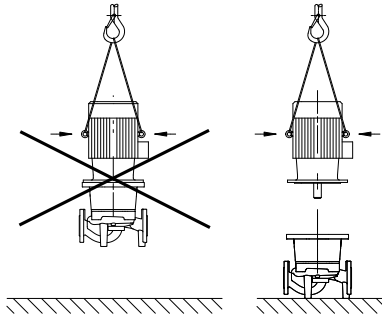

Fig. 35: Транспортування двигуна
- Транспортувальні вушка на двигуні можна використовувати лише для транспортування двигуна, а не усього насосу (Fig. 35).